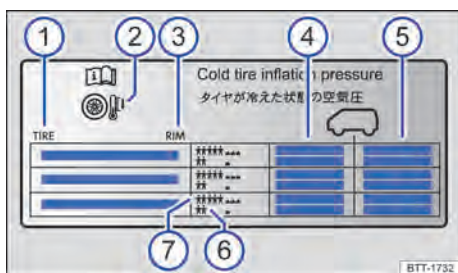

Abb. 223 Angaben auf dem Reifendruckschild.
- Reifendruck immer dem Beladungszustand anpassen → Abb. 223.